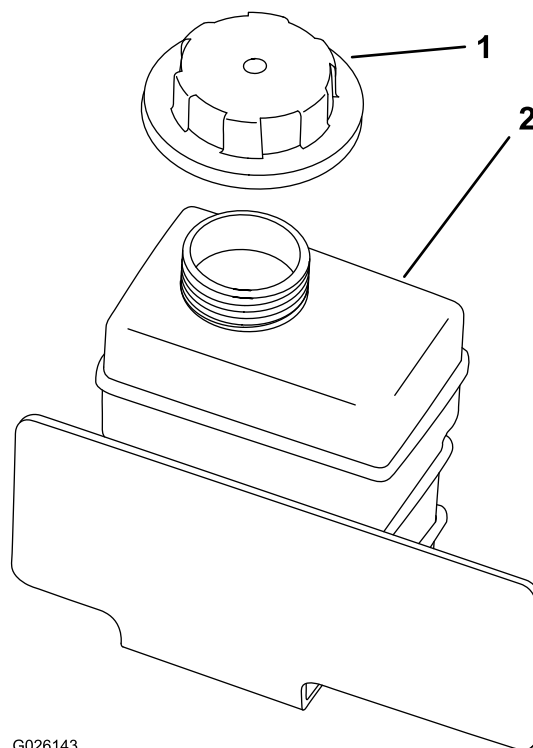

Figura 18
2. Verifique o nível de líquido de arrefecimento dentro do depósito secundário (Figura 18).